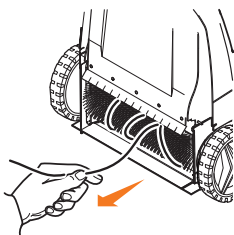

Рис. 8
- Проверьте основную щетку. При необходимости очистите щетку от посторонних предметов (Рис. 8).